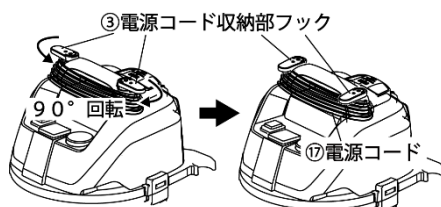

図9
- iv. 使用後は②電源スイッチをOFF (○) に切り替え、①⑦電源コードのプラグをAC100Vコンセントから抜き、③電源コード収納部に巻いて収納してください(図9参考)。